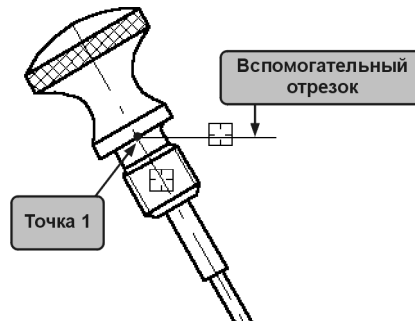

Рис. 19.3. Построение вспомогательного отрезка
2. Укажите начальную точку 1 отрезка (рис. 19.3).